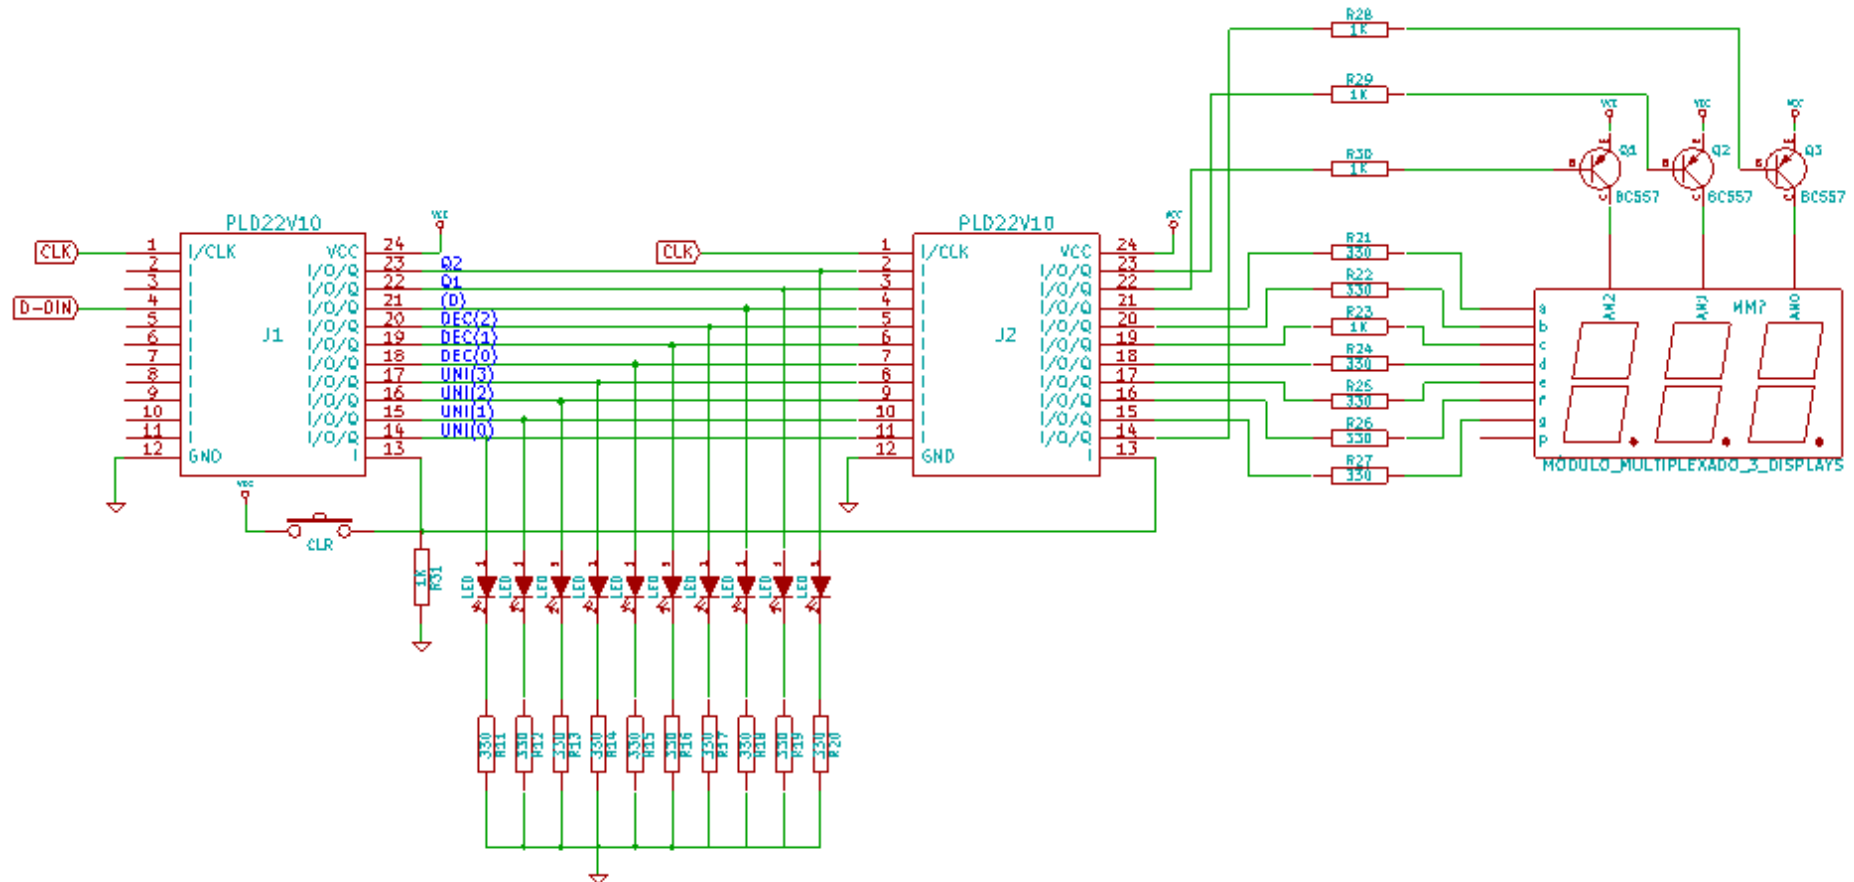

Ilustración 6 Diagrama esquemático.
3. Una vez simulado el sistema construir el circuito mostrado en la ilustración 6 para probarlo en el laboratorio. **En caso de usar la TEDDi este paso no es necesario.**